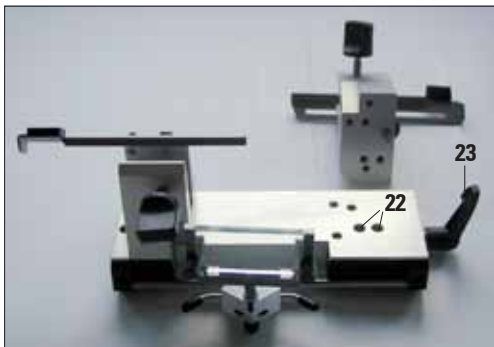

Fig. 11
2. Relâcher le levier (23, fig. 11) du côté droit
levier (23, fig. 11). Si le résultat de la coupe
Régler d'abord l'angle de dépouille sur 0. Relâcher le levier (23, voir la fig. 11) et régler la marque de l'index (26) sur le nombre 0 de la graduation d'angle de dépouille (27). Fermer le levier (23). Si les résultats ne sont pas satisfaisants, augmenter progressivement l'angle de dépouille, par pas de 1°, jusqu'à obtention du résultat optimal.